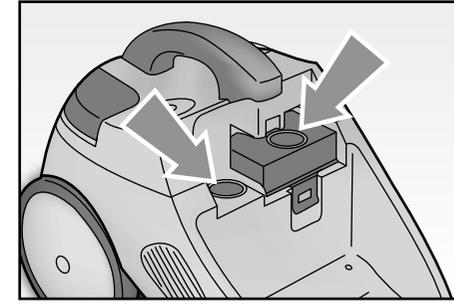
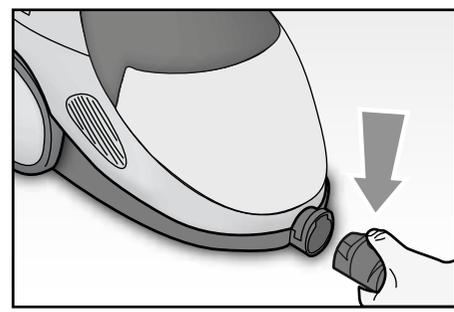

Fig. 5
Fig. 6
- Riposizionare il filtro ad acqua (B) nel serbatoio (C) e collocare il gruppo all'interno del corpo dell'apparecchio (E) prestando attenzione al corretto posizionamento dei tubi posteriori del filtro ad acqua nei fori presenti sul corpo dell'apparecchio e sul filtro aria motore (Fig. 5).
- Reinscrivere il coperchio (A) e premere leggermente fino ad udire uno scatto.
- Inserire il tubo flessibile di aspirazione (M) nell'apposita presa (F) e bloccarlo premendolo leggermente fino al completo scatto. Analogamente per rimuovere il tubo (M), sarà necessario premere il pulsante di sblocco (Q) e contemporaneamente estrarlo verso l'esterno (Fig. 6).